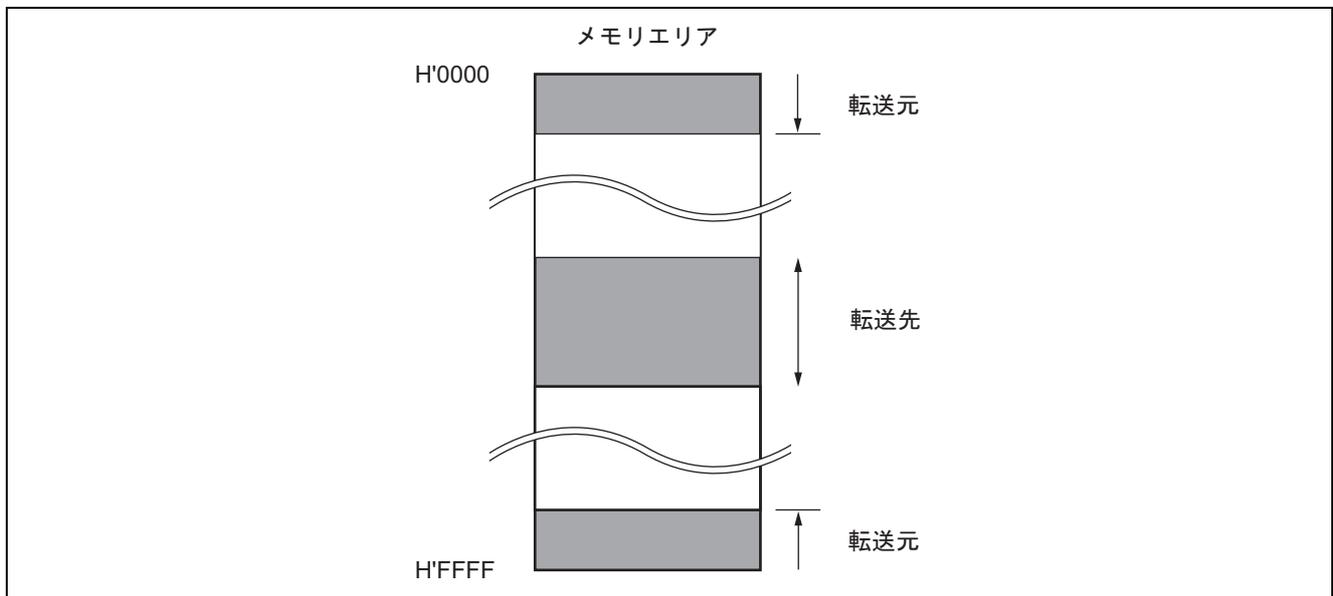

図2 データメモリエリアが上位アドレスから下位アドレスに配置されている場合
2. 図2のように、転送元または転送先のデータメモリエリアがメモリエリア上の最終アドレスから (H'FFFF) 先頭アドレス (H'0000) にまたがるような設定は避けてください。